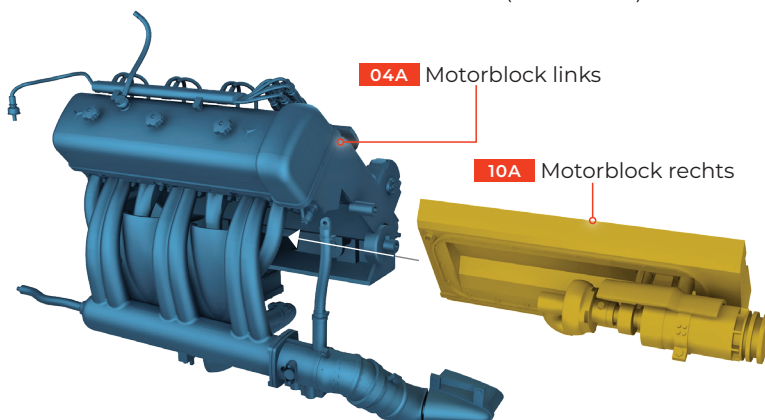

Abb. 1
■ Nehmen Sie die Motorbaugruppe aus Bauphase 9 zur Hand. Richten Sie den rechten Block **10A** wie gezeigt aus, und schieben Sie die Baugruppe unter die Ansaug- und Abgasbrücken, bis sie sich neben dem linken Block **04A** befindet. Drücken Sie die Blöcke zusammen, und fixieren Sie beide mit zwei **MM**-Schrauben (siehe Abb. 1).